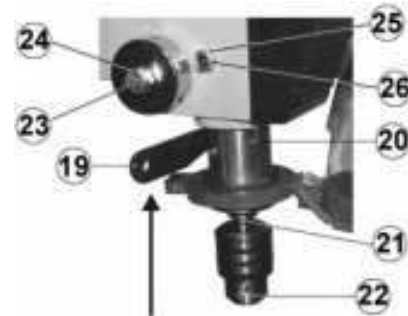

Рис. 4
9.11. Регулировка усилия возвратной пружины шпинделя осуществляется вращением регулировочного болта (23) и фиксируется гайкой (24), Рис.4.